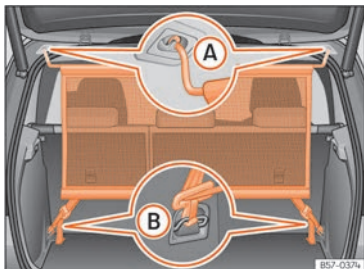

Abb. 138 Trennwand eingebaut.
- Netztrennwand in der linken Aufnahme am Dach einhängen »» Abb. 138 (A). Darauf achten, dass die Querstange über die obere Position hinaus nach unten gezogen wird.
- Netztrennwand in der rechten Aufnahme am Dach durch Zusammendrücken der Querstange einhängen »» Abb. 138 (A).
- Beide Haltehaken der Netztrennwand in die vorderen Verzurrösen im Gepäckraum »» Abb. 138 (B) einhängen und die Gurte fest spannen.